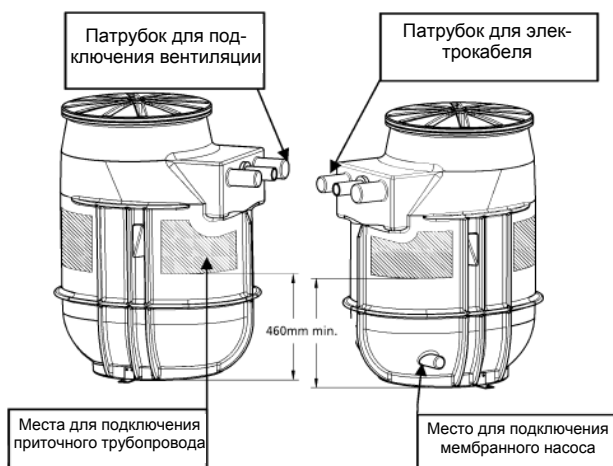

Рисунок 7
- Отверстие для приточного трубопровода должно быть размещено в одной из указанных на рис. 7 зон, при этом поток входящих стоков не должен нарушать работу системы измерения уровня (датчик уровня, поплавковые выключатели). Выберите позицию по возможности, чтобы приточный трубопровод входил перпендикулярно поверхности. Минимальная дистанция между выступами, приливами и ребрами жесткости 50 мм.